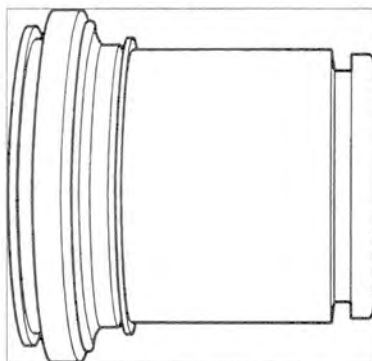

Рис. 8.15. Установите защитную крышку наружной уплотнительной кромкой на поршне.
5. Установите защитную крышку наружной уплотнительной кромкой на поршне (рис. 8.15).